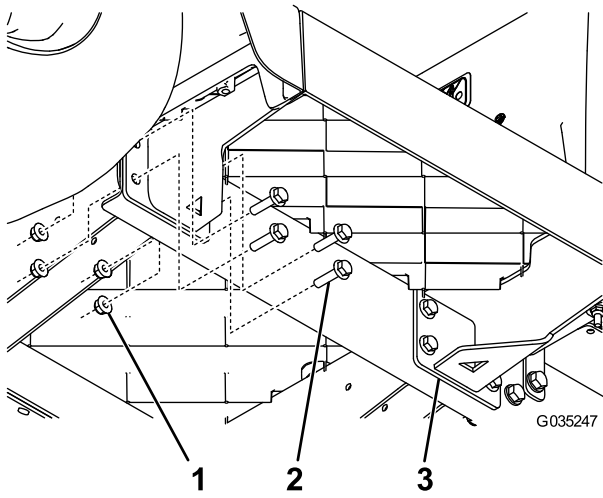

Figura 5
4. Montate un nuovo supporto del pianale utilizzando 8 bulloni a testa flangiata (5/16" x 1 1/4") e 8 dadi flangiati (5/16") come illustrato nella Figura 5.
6. Montate l'altro nuovo supporto del pianale utilizzando 8 bulloni a testa flangiata (5/16" x 1 1/4") e 8 dadi flangiati (5/16") come illustrato nella Figura 5.